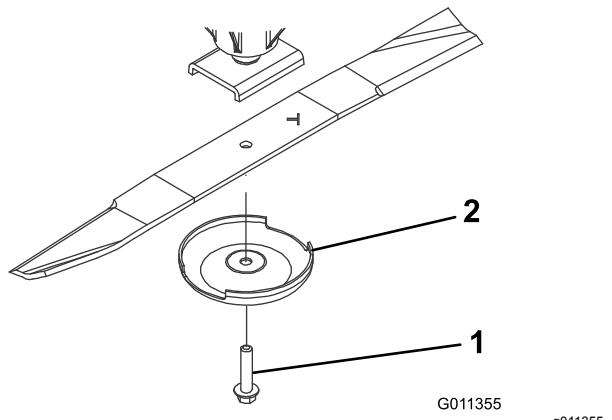

Bild 76
3. Entfernen Sie die Messerschraube, die Antiskalpiercuppe und das Messer von der Spindelwelle (Bild 76).